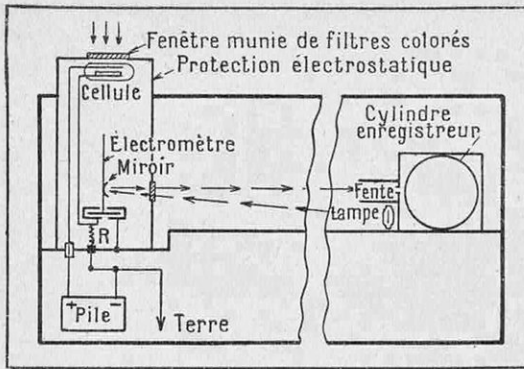

FIG. 4. — APPAREIL PHOTOÉLECTRIQUE ENREGISTREUR POUR L'ÉTUDE DE LA LUMIÈRE DU CIEL NOCTURNE
par lumen (1), alors qu'on ne dispose que de milliardièmes de lumen. Cependant cette méthode présente de tels avantages que des travaux sont en cours et promettent des constatations intéressantes (fig. 4).